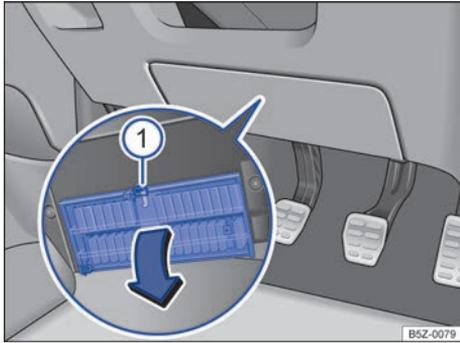

Fig. 162 En el lado del conductor debajo del panel de instrumentos: abra la cubierta de la caja de fusibles.
- **Abrir:** presione la palanca de bloqueo ⇒ fig. 162  hasta que se abra la cubierta.